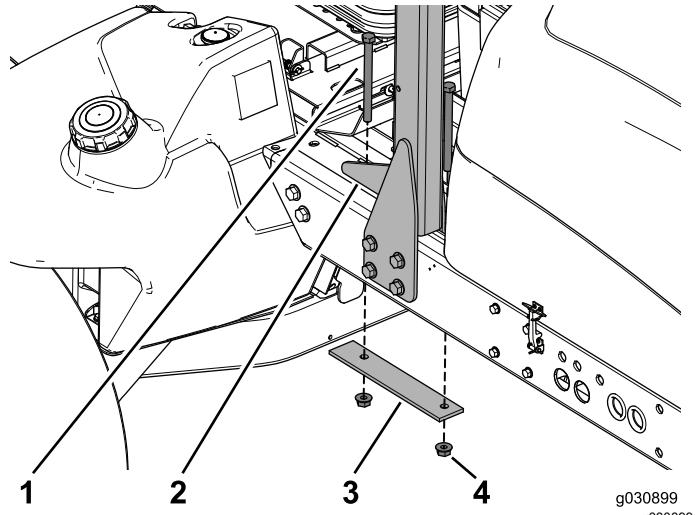

Bild 4
3. Entfernen und bewahren Sie die zwei Schrauben, die Verstärkungsplatte und die zwei Bundmuttern auf, mit denen der Überrollbügel oben am Rahmen befestigt ist (Bild 4).